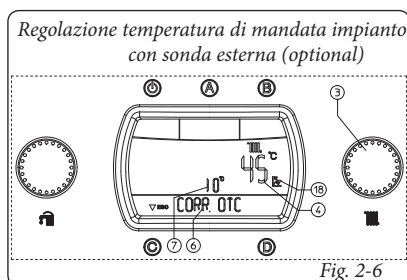

Fig. 2-6
- **Funzione precedenza sanitario.** Mediante la pressione del pulsante "B" si disattiva la funzione precedenza sanitario che è contrassegnata dallo spegnimento sul display (24) del simbolo (15). La funzione disabilitata mantiene l'acqua contenuta nel bollitore alla temperatura di 20°C per 1 ora, dando la precedenza di funzionamento al riscaldamento ambiente.
- **Funzionamento con sonda esterna (Fig. 2-6) optional.** In caso di impianto con la sonda esterna optional la temperatura di mandata della caldaia per il riscaldamento ambiente è gestita dalla sonda esterna in funzione della temperatura esterna misurata (Parag. 1.5 e Parag. 3.7 alla voce "TERMOREG"). E' possibile modificare la temperatura di mandata da -15°C a +15°C rispetto la curva di regolazione (Fig. 1-7 valore Offset). Questa correzione, attuabile con il selettore (3) si mantiene attiva per qualsiasi temperatura esterna misurata, la modifica della temperatura offset viene visualizzata tramite l'indicatore (7), sull'indicatore (4) viene visualizzata la temperatura di mandata attuale e dopo pochi secondi dalla modifica viene aggiornata con la nuova correzione, sul display compare l'indicazione "CORR OTC" (Fig. 2-6). Ruotando il selettore (3) in senso orario la temperatura aumenta e antiorario diminuisce.